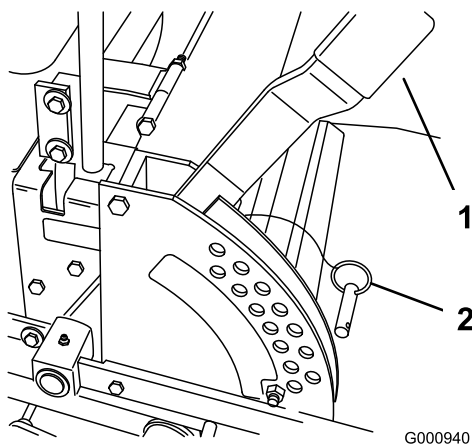

Figure 16
1. Relevez le levier de sélection de hauteur de coupe en position de transport (qui correspond aussi à la hauteur de coupe de 127 mm) (Figure 16).
2. Pour changer de hauteur de coupe, retirez l'axe de chape du support de hauteur de coupe (Figure 16).
3. Placez l'axe de chape dans le trou du support correspondant à la hauteur de coupe voulue (Figure 16).